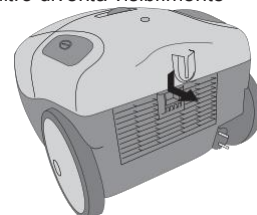

Figura 13 Rimozione del filtro di uscita
2. Aprire il coperchio del filtro di uscita sollevando l'apposita maniglia di apertura verso la direzione indicata della freccia (vedere la figura 13).